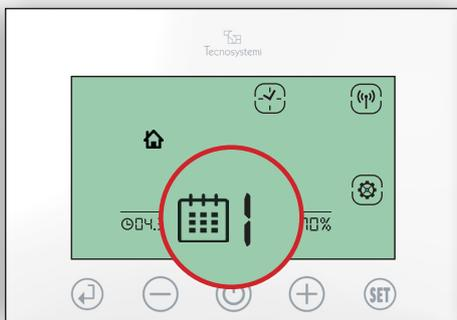

Fig. 18
- 1.2 Premere il tasto (+) verificare il lampeggio del giorno settimanale: premere (+) o (-) per scegliere il giorno da programmare e confermare con (⏏). (Fig. 18)